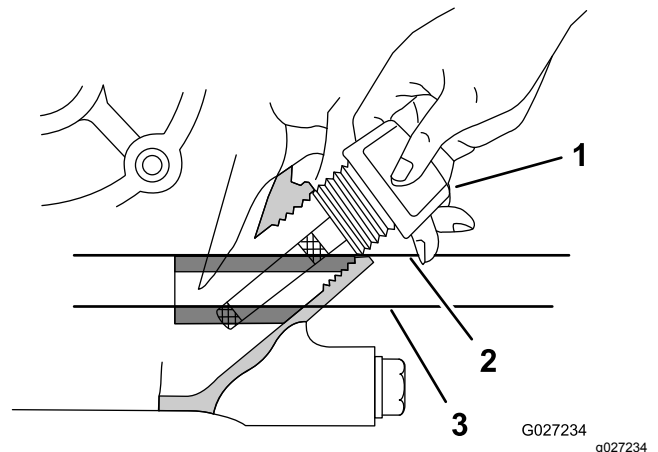

Figure 63
3. Insérez la jauge dans le moteur, comme montré à la Figure 63.